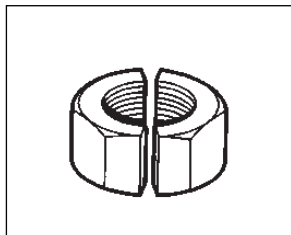

図10. 2分割
12. 必要に応じて、180°の角度でもう一度切断して、ナットを完全に2分割します。図10を参照してください。